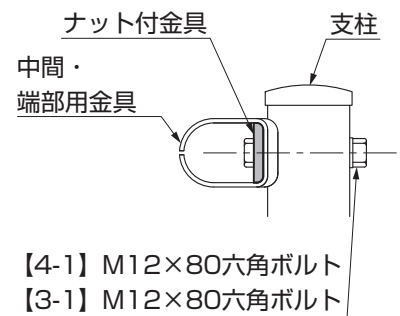

図2-2
- 中間・端末用金具を柱に固定する時は、中間・端末用金具の中にナット付金具を差込み、柱に固定してください。(図2-2参照)
- ② ビームを中間・端末用金具に【3-2】または【4-2】で固定してください。
- ③ 端末は末端用ビームを中間・端末用金具に【3-2】または【4-2】で固定してください。